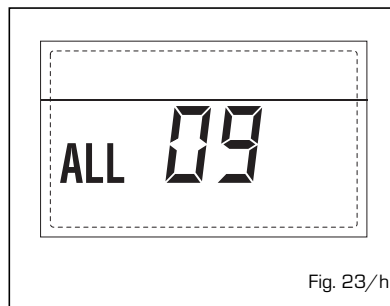

Fig. 23/h
- **ANOMALIA SONDA FERVIDOR "ALL 10" (fig. 23/i)**